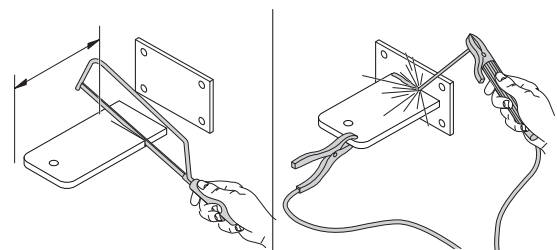

Fig. 3
**02.** Avant d'être fixé au mur, l'étrier doit être soudé sur sa plaque de fixation (**Fig. 3**) ; en cas de besoin l'étrier peut être coupé en adaptant en conséquence les valeurs des **cotes A** et **E**.